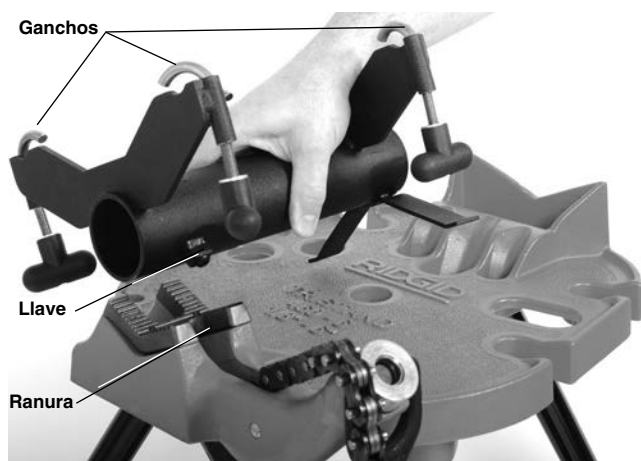

Figura 8 – Cómo montar el adaptador en la prensa de tornillo
2. Coloque el cuerpo cilíndrico del adaptador en la quijada en V de la prensa, como se muestra en la *Figura 8*. Coloque la llave en la ranura de la quijada de la prensa para fijar la correcta posición y estabilidad.